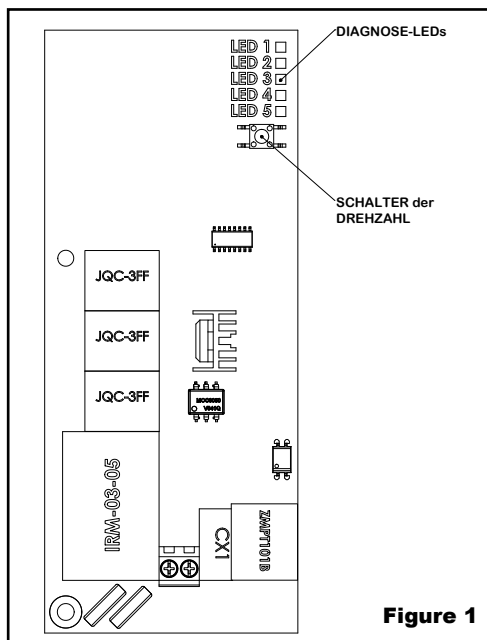

Figure 1
Ces modèles incluent une commande de réglage de vitesse de soufflerie pour (3) niveaux de fonctionnement – grande vitesse (Hi), moyen vitesse (MED) et basse vitesse (Low). Le sélecteur se trouve sur la carte de circuits imprimés dans le sèche-main, comme illustré à la figure 1 ci-dessous.
3. Situer le sélecteur sur la carte de circuits imprimés à l'intérieur du sèche-mains comme illustré à la figure 1 ci-dessous et ajuster la vitesse de la soufflerie comme souhaité. (Remarque : Lorsque la vitesse moyenne ou faible est sélectionnée, la LED 3 sur le circuit imprimé s'allume.)
La carte de circuits imprimés inclut un ensemble de DEL indiquant l'état opérationnel du sèche-mains. Au moment de contacter le service technique World Dryer, se tenir prêt à déposer le couvercle du sèche-mains et à communiquer l'état de la DEL dans la mesure où ce renseignement servira à diagnostiquer le problème. Pour l'emplacement des DEL diagnostiques sur la carte de circuits imprimés, voir la figure 1. Pour une interprétation des DEL, voir le tableau 4.